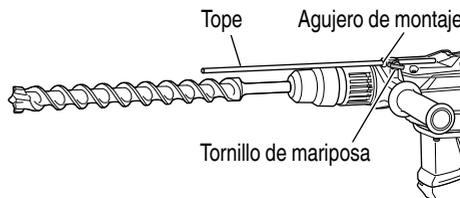

Fig. 26
- (c) Cambia la palanca selectora a “martillo” de acuerdo con los procedimientos mencionados en el ítem (1) anterior y asegure la posición de la herramienta.
5. Instalar el tope (Fig. 26)